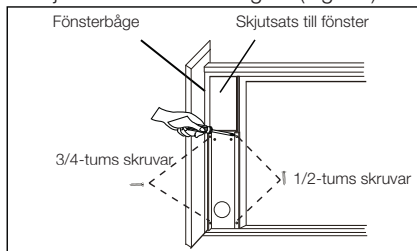

Fig. 20
3. Stäng skjutbågen ordentligt mot skjutsatsen. (Fig. 20)
4. Skruva i två 1/2-tums skruvar och fäst skjutsatsen i fönsterbågen. (Fig. 20)
5. Skruva i två 3/4-tums skruvar och fäst skjutsatsen i fönsterbågen. (Fig. 20)